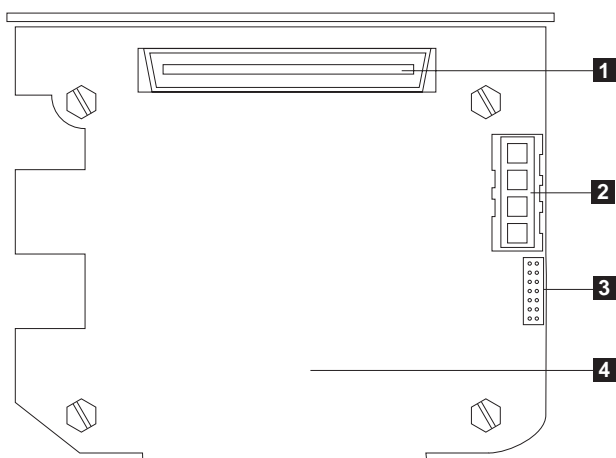

图 61. 3-Pack 扩充件 SCSI 底板
- 2) 将电缆的一端连接至新 3-Pack 扩充件 SCSI 底板上的 SCSI 电缆接口, 如图 61 所示。(它显示了 3-Pack 扩充件 SCSI 底板上的背部接口, 可从引擎的背面看到。)
- 2) 将电缆的一端连接至新 3-Pack 扩充件 SCSI 底板上的 SCSI 电缆接口, 如第 76 页的图 61 所示。(它显示了 3-Pack 扩充件 SCSI 底板上的背部接口, 可从引擎的背面看到。)
- 2) 将此电缆连接至新 3-Pack 扩充件底板上的 SCSI 电源电缆接口（有关接口的位置，参见第 76 页的图 61）。